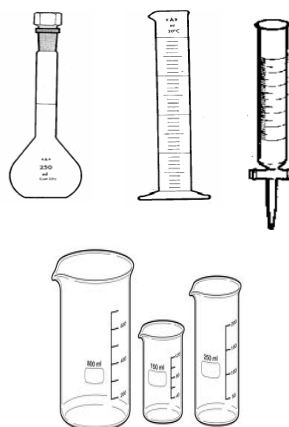

Figura 1
3.1.1. Materiales de medición (Figura 1)